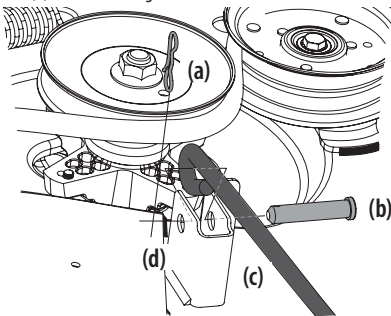

Figura 36
- Extraiga el tercer pasador con unión curva (a) del pasador de horquilla (b) que sujeta la varilla de control de la plataforma delantera (c) al soporte delantero de elevación de la plataforma (d). Extraiga los pasadores de horquilla (b). Consulte la Figura 36.